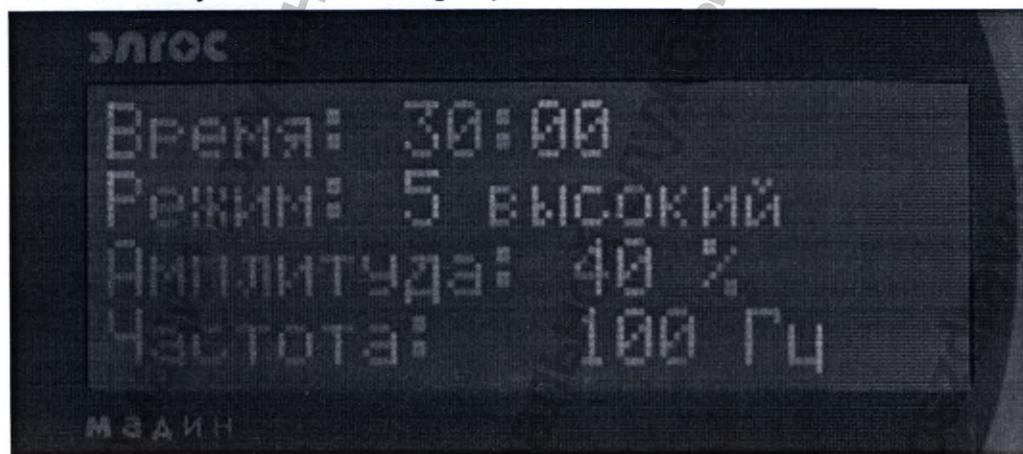

Рисунок 10 – Графическая индикаторная панель аппаратов
4.4.5 На задней панели аппаратов расположен разъем для подключения питания сети. К разъему подключается сетевой кабель и аппараты включаются с помощью переключателя «Вкл/Выкл». После подключения сетевого кабеля в сеть загорается индикатор «Сеть» на передней панели. С помощью переключателя «Вкл/Выкл» аппарат включается, загорается графический индикатор, далее микропроцессор проводит самотестирование аппарата (появляется заставка) и аппарат переходит в режим ожидания - на дисплее высветятся базовые заводские установки, см. рисунок 10.
4.4.7 **Рабочий режим** – это основной режим работы аппаратов, в данном режиме на графическом индикаторе отображаются параметры и счетчик времени при включении процедуры массажа (см.рисунок 10).